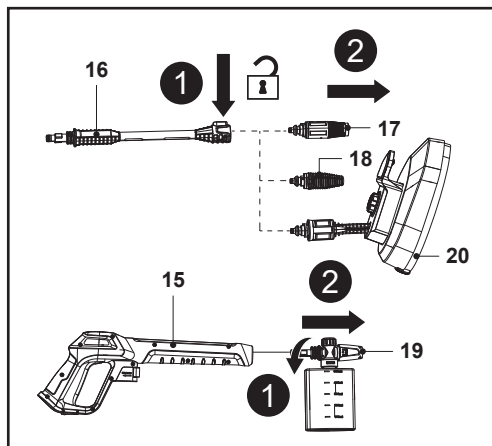

Fig. 17
1. Desconecte la boquilla (17/18/20) de la lanza de prolongación (16) o desconecte la boquilla de la botella de detergente (19) de la pistola pulverizadora (15) (Fig. 17).